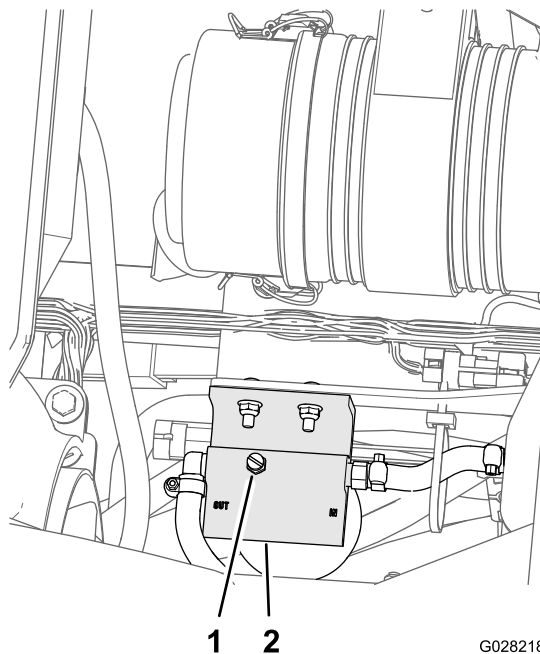

Figura 73
5. Allentate il tappo di sfiato nella parte superiore del separatore di carburante/condensa (Figura 73).
7. Serrate il tappo di sfiato e ruotate l'interruttore dello starter in posizione di SPEGNIMENTO (Figura 73).